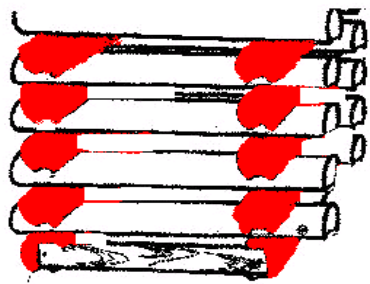

Рис. 1. Схема сруба из брёвен
6. Для выступления, участники занимают место за рычагами управления в кресле оператора гидроманипулятора, грейфер опущен на автомобиль с бревнами. По одновременному сигналу судей «СТАРТ», участники начинают сборку сруба. Операторы начинают сборку сруба, укладывая бревна на контрольный венец и на равноудаленном расстоянии (200 мм.) от торцов (см. рис № 3 приложение № 1). Первый уровень сруба кладётся из брёвен естественного цвета, второй уровень из брёвен красного цвета, третий уровень из брёвен естественного цвета и т.д. Оператор должен манипулятором по одному бревну выложить колодец прямоугольной формы из 9 рядов бревен (см. рис. 1 приложение 1).